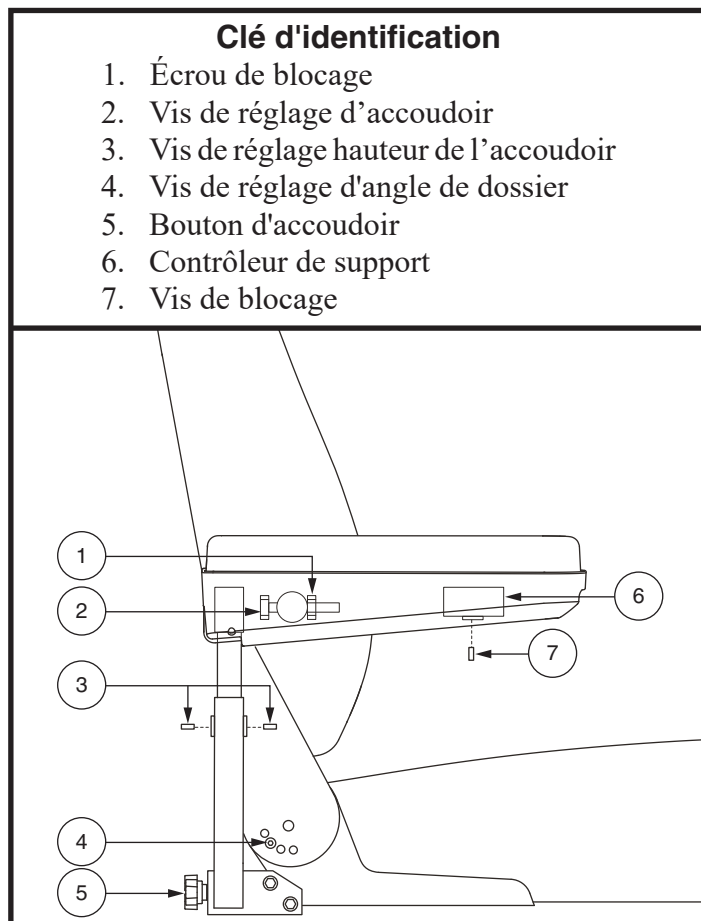

Figure 12. Réglages accoudoirs et dossier
**NOTE:** Le trousse de réglage de siège la plus commune est illustrée dans la figure 12. Il se peut que votre produit soit configuré différemment. Toutes les configurations fonctionnent de la même manière.
1. Retirez la vis de réglage de l'inclinaison du dossier de chaque charnière. **Voir la figure 12.**
1. Repérez les deux boutons de réglage sur le support des accoudoirs. **Voir la figure 12.**
2. Desserrez l'écrou de verrouillage. **Voir la figure 12.**
1. Desserrez la vis de réglage sur le support d'accoudoir. **Voir la figure 12.**
2. Desserrez la vis de réglage sous l'accoudoir. **Voir la figure 12.**
5. Desserrez la vis de blocage. **Voir la figure 12.**